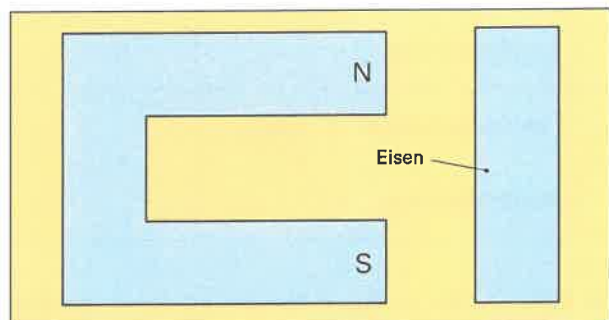

Bild 2: Hufeisenmagnet
- Der Hufeisenmagnet im **Bild 2** hat die angegebenen Pole. Zeichnen Sie den Verlauf und die Richtung der magnetischen Feldlinien ein.